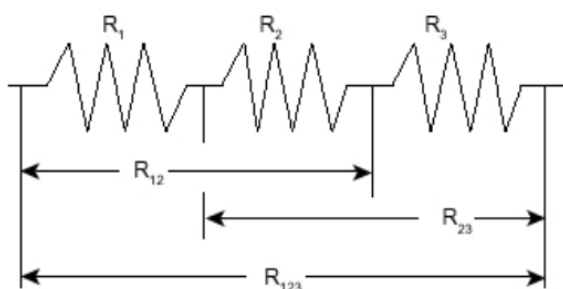

Figura 5. Circuito resistencias en serie.
- Conecte las tres resistencias en serie como se muestra en la **Figura 5**. Mida los valores R_{12} , R_{23} y R_{123} conectando las puntas del multímetro en los extremos de las flechas indicadas en el diagrama de la **Figura 5**. Registre estos valores en la **Tabla 2**